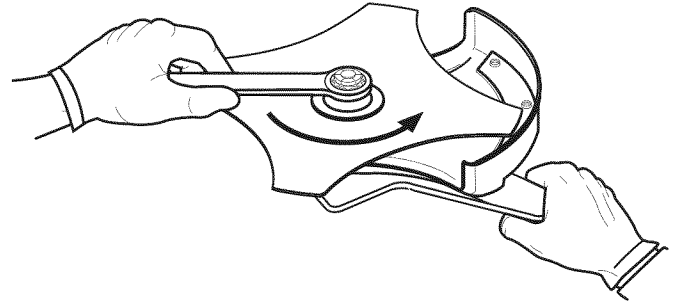

Fig. 17
7. Ajuste la tuerca en sentido contrario a las agujas del reloj con una llave de tuercas de 5/8 de pulgada (Fig. 17):